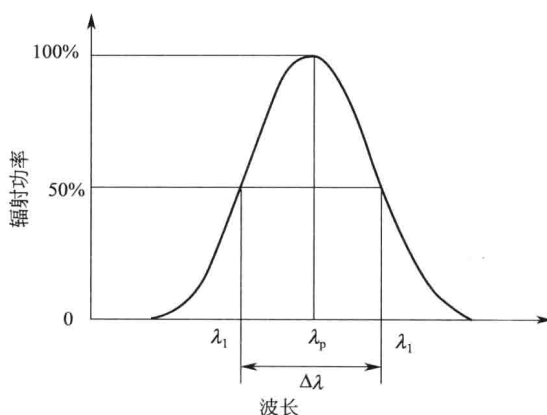

图 1-3 光谱半波宽度
(4) 光谱半波宽度 在LED谱线的峰值两侧 $\pm 1/2\Delta\lambda$ 处，存在两个光强等于峰值（最大光强度）一半的点，分别对应 $\lambda_p - 1/2\Delta\lambda$ ， $\lambda_p + 1/2\Delta\lambda$ ，两者之间的宽度叫光谱半波宽度。光谱半波宽度如图1-3所示。
(5) 主波长 主波长是为了描述LED色度特性而引入的。主波长就是人眼所能观察到的，由LED发出主要单色光的波长。单色性好，则 $\lambda_p$ 也就是主波长。
(6) 发光效率 辐射出光能量（发光量）与输入电能之比。